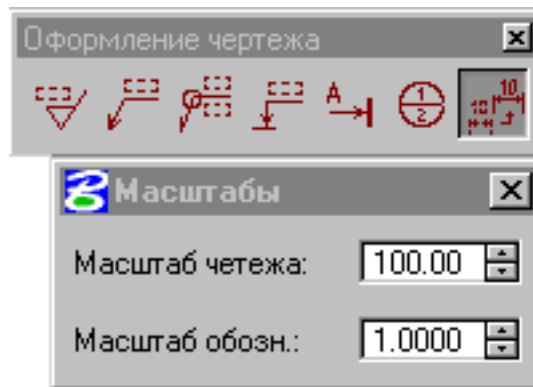

рис. 105
При выводе чертежей на принтер часто возникает потребность изменить масштаб изображаемого элемента. Если печатать рассчитанный на формат A1 чертеж на лист A4, возникает необходимость укрупнить обозначения. Для изменения масштаба размещаемых обозначений используйте диалоговое окно *Масштабы* (рис. 105), а в нем параметр *Масштаб обозн.*
- Изменить параметр *Масштаб чертежа* из диалогового окна *Масштабы* (рис. 105)